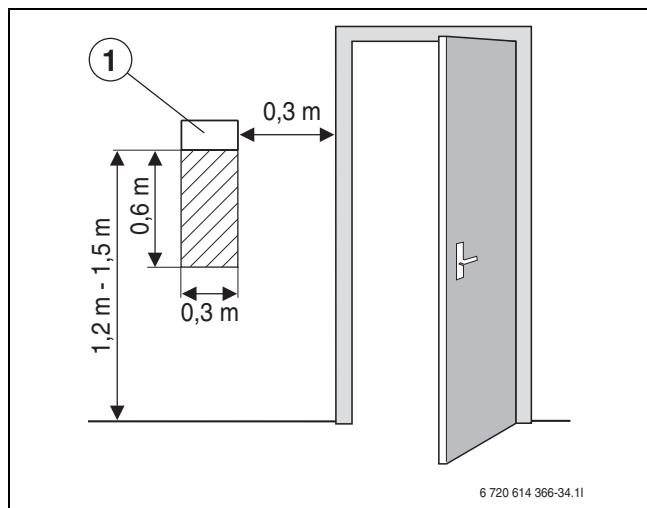

Рис. 18 Рекомендуемое место установки датчика комнатной температуры T5
- Беспрепятственная циркуляция воздуха в помещении под датчиком комнатной температуры T5 (оставьте свободной заштрихованную область, показанную на рис. 18).